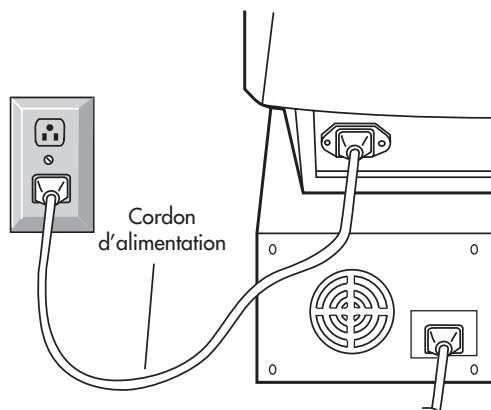

Figure C.1
5. Connecter une extrémité du cordon d'alimentation au moniteur MultiSync et l'autre extrémité à la prise de courant (**Figure C.1**).